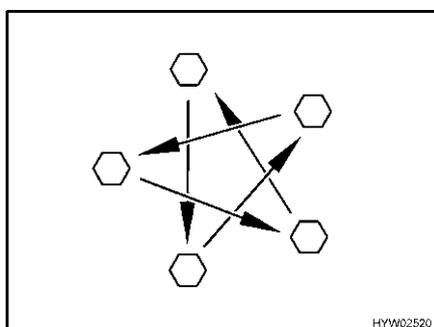

Fig. 88 Serrer en croix les écrous ou les boulons de roue
- Vérifier régulièrement le serrage des écrous ou des boulons de roues. Reserrer alternativement et en croix (Fig. 88) tous les écrous ou les boulons de roue 50 km après le changement d'une roue.